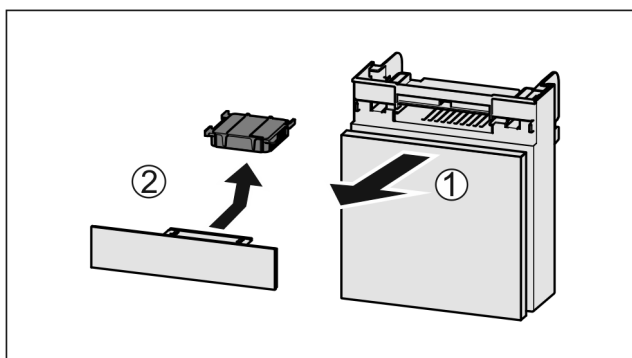

Fig. 66
- ▶ Fach nach vorne herausziehen Fig. 66 (1).
- ▶ Aktivkohlefilter entnehmen Fig. 66 (2).